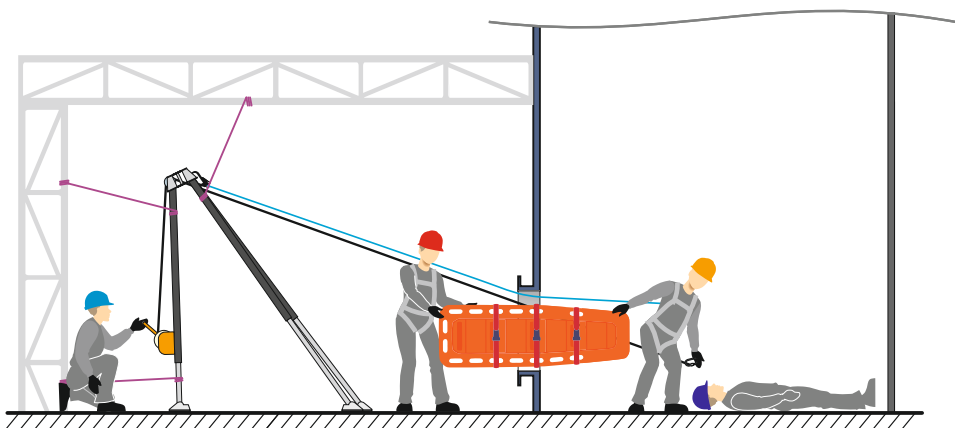

Рис. 14 Перемещение пострадавшего к люку и передача носилок.
10. Переместить пострадавшего к люку и развернуть его головой в сторону проема. Подать спасателю эвакуационные носилки (рис. 14).